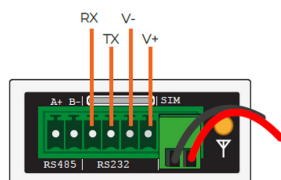

Figura 15: Conexión lateral RS-485 y RS-232
- **RS-485:** Utilizando el puerto RS-485 externo del lateral derecho (Figura 15), y las bornas verdes suministradas.
- **RS-232:** Utilizando el puerto RS-232 del lateral derecho (Figura 15), y las bornas verdes suministradas.
En el modelo NB no quedan físicamente identificados los pines del puerto RS-232, se debe seguir la identificación presente en la Figura 15